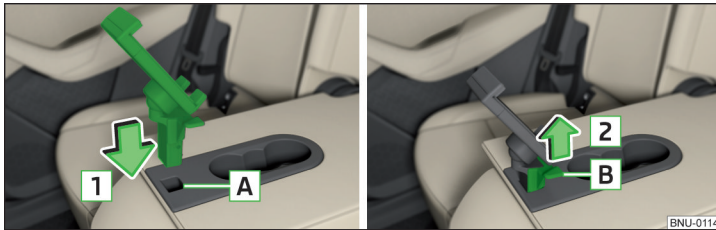

Abb. 125 Halter einsetzen / Halter abnehmen
- Den Halter in die Öffnung **A** in Pfeilrichtung **1** einsetzen » Abb. 125.